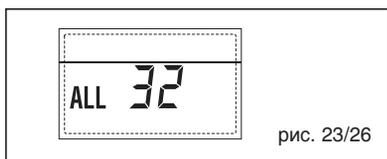

рис. 23/26
**– НЕПОЛАДКА СВЯЗИ ПЛАТЫ RS-485 В РЕЖИМЕ MODBUS “ТРЕВ. 33” (рис. 23/27)**